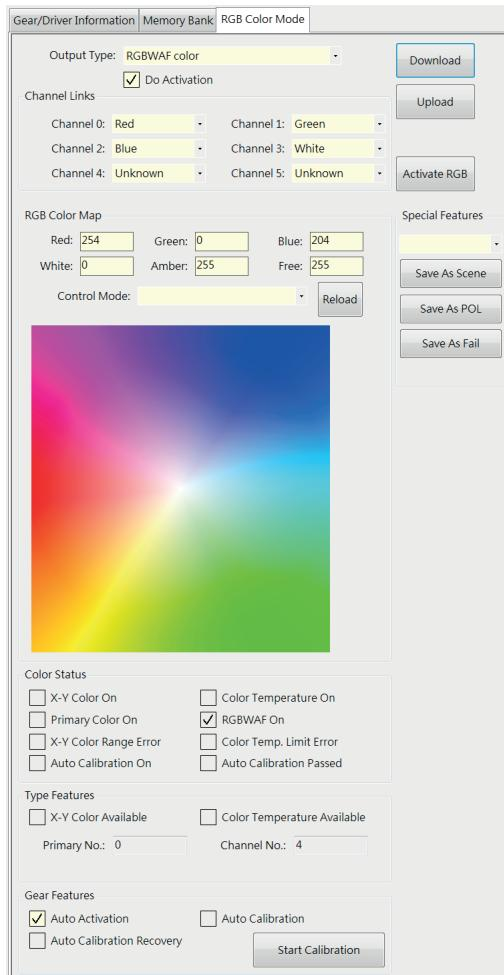

Рис. 11.
10. Если к контроллеру подключено устройство с возможностью управления цветом [DT8], появляются дополнительные вкладки (Рис. 11).